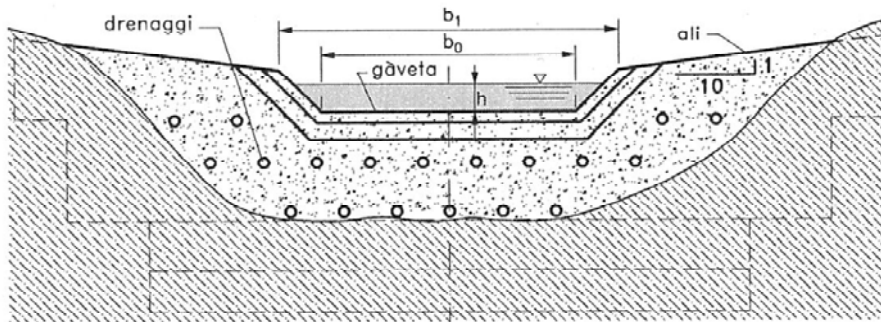

Figura 2 Prospetto di una briglia classica a gravità -- (da Da deppo et al. 2011)
**caso 2b)** sviluppare la verifica per il caso in figura 2, considerando una portata di  $30 \text{ m}^3/\text{s}$ , una pendenza di 0.026 ed una larghezza della gàveta  $b_0=6\text{m}$  (la gàveta si chiude sulle ali con due raccordi inclinati di  $45^\circ$ )